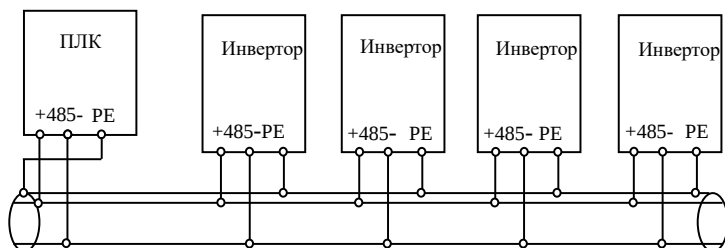
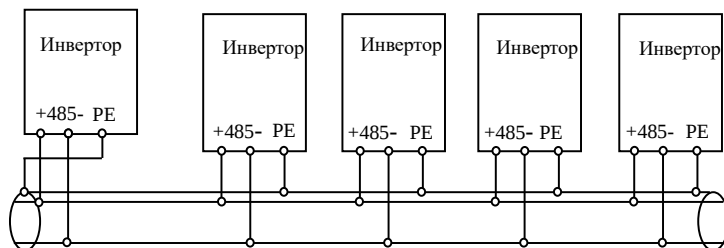

Рис. 3-12 Связь ПЛК с несколькими инверторами
Рис. 3-13 Связь нескольких инверторов
(3) Несколько инверторов могут связываться через RS485 под управлением ПК/ПЛК в качестве ведущего – рис.3-12. Также возможно управление одним из инверторов в качестве ведущего, как показано на рис.3-13